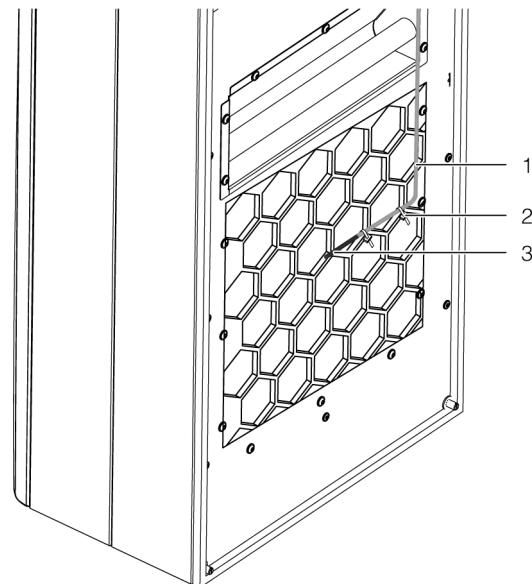

Fig. 24: Sensore di temperatura davanti alla bocchetta di uscita dell'aria fredda (figura a titolo d'esempio)
- Installare il sensore di temperatura in posizione centrale davanti alla bocchetta di uscita dell'aria fredda del condizionatore (Fig. 24).